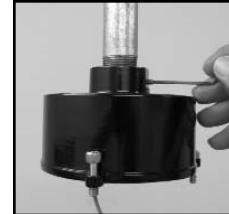

FIGURE 2
- c. Pour une installation sur mât ou suspendue: Graissez le filetage de l'entrée avec le lubrifiant HTL de Cooper Crouse-Hinds. Vissez le support à l'entrée jusqu'à ce qu'il soit serré. Serrez la vis de pression de l'entrée à l'aide d'une clé hexagonale de 2,0 mm (voir Figure 2). Serrez à 1,81 Nm. Tirez les fils dans le mât ou le couvercle suspendu.
- a. Suspendez l'ensemble à la charnière du couvercle (voir Figure 2).